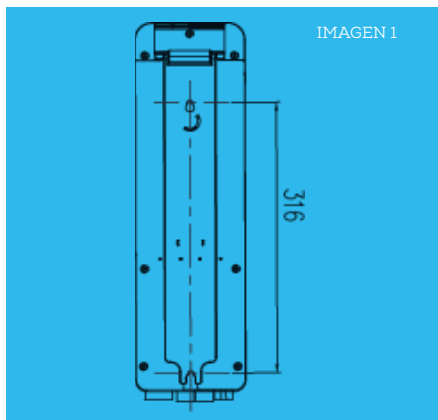

IMAGEN 2
2. Rote la cerradura en la dirección de abierto. Apriete la caja de control contra el armazón y tenga los tornillos superiores bloqueados (imagen 2)
Instalación: Coloque la batería en su lugar (imagen 2) y presione el interruptor en la dirección de C. Asegúrese de que la batería no se separará sin presionar el interruptor.